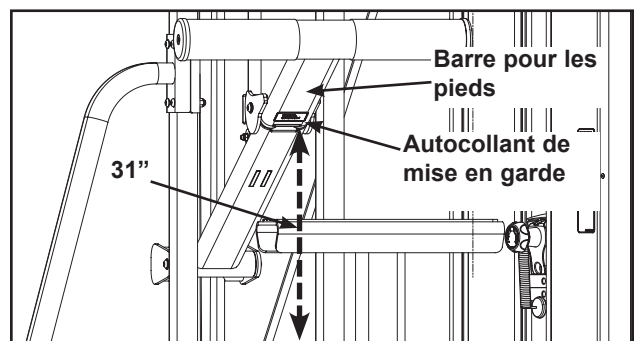

Figure 5
- E. Tirez la courroie par la pince jusqu'à ce que le bras d'entrée mesure 78.74 mm à partir du sol. **REMARQUE** : Mesurez du sol au bord inférieur de l'autocollant de mise en garde (figurant sur la barre pour les pieds). Voir Figure 5.